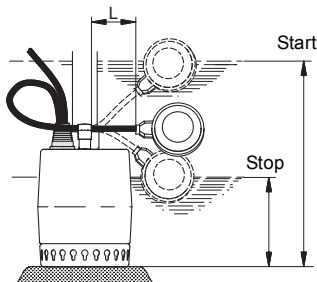

Fig. 6 Start/stop-niveauer, Unilift KP-A
For at svømmerafbryderen kan starte og stoppe pumpen, skal den fri kabellængde (L) være mindst 70 mm og højst 150 mm. Se fig. 6.